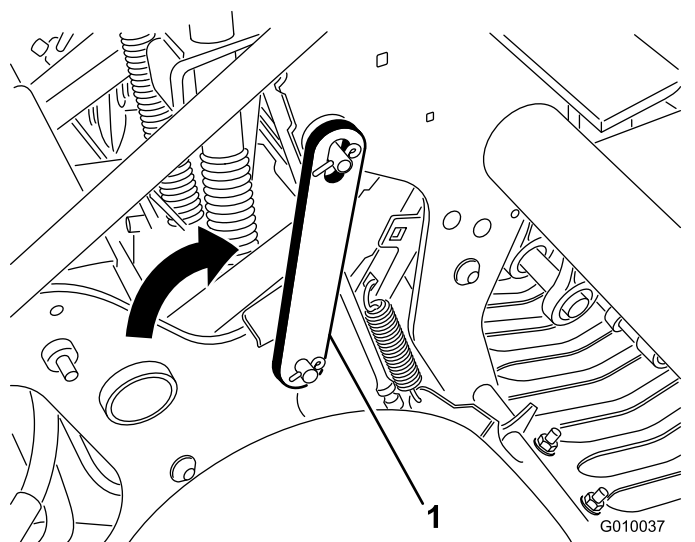

Рисунок 19
4. Поверните предохранительный фиксатор назад и наденьте его на палец вала аэратора (Рисунок 19). Закрепите фиксатор с помощью стопорного кольца.